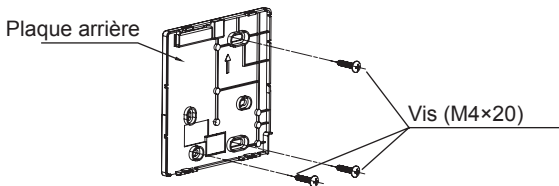

Fig 3-3
- Pour un montage apparent, fixez la plaque arrière au mur avec 3 vis (M4×20) et les chevilles. (Fig.3-3)